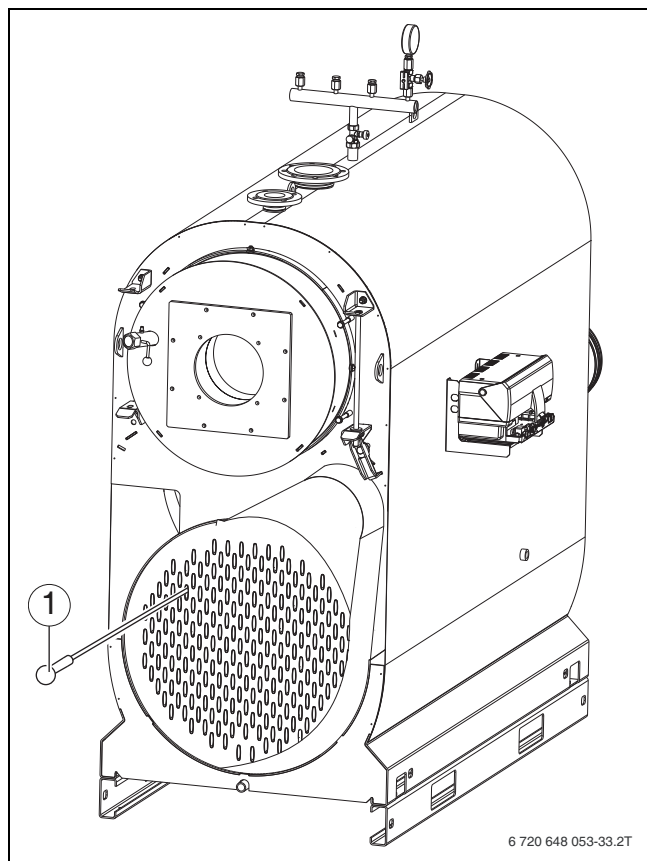

Рис. 33 Чистка коллектора дымовых газов
- ▶ Очистите щёткой трубы дополнительных поверхностей нагрева (→ рис. 33, стр. 32).